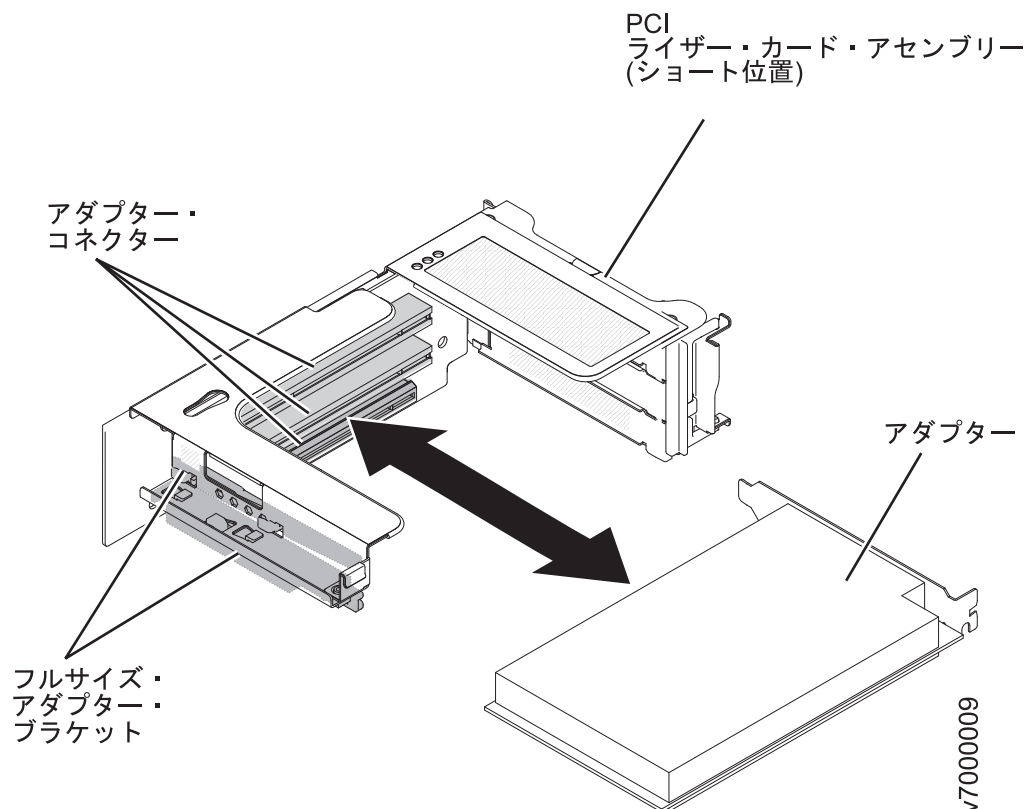

図 160. PCI コネクターへのアダプターの挿入
1. 図 160 に示すように、アダプターを拡張スロットに取り付けます。